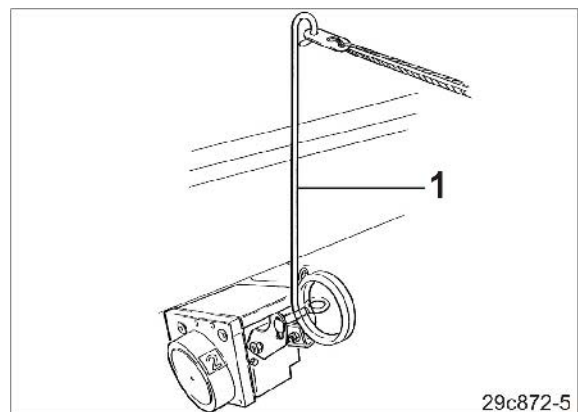

Fig. 143
- o skal der trækkes en gang på betjeningsarmen (Fig. 143/1),